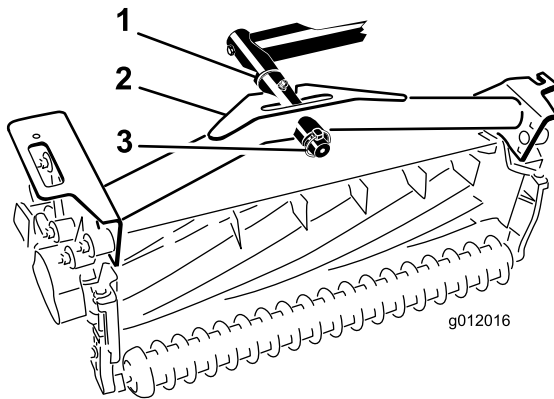

Bild 20
2. Schieben Sie den Trägerrahmen des Mähwerks auf die Gelenkstange und befestigen sie mit einem Klapstecker (Bild 20).